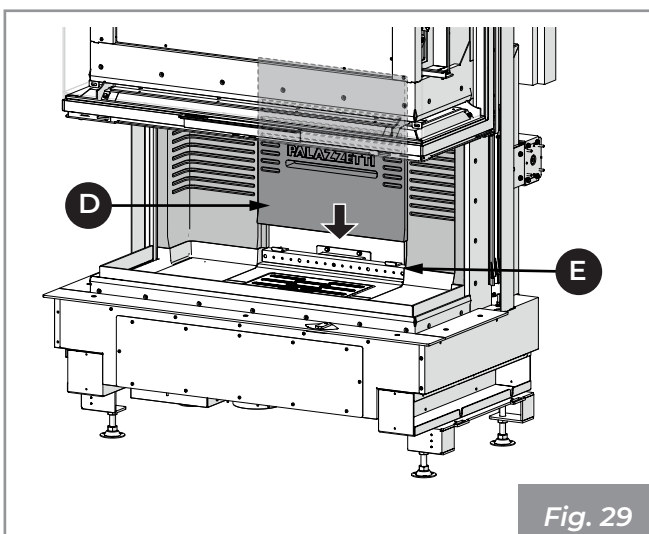

Fig. 29
- 6) Appoggiare lo schienale centrale in refrattario (D) alla parete dell'Ecomonoblocco e farlo delicatamente scivolare in posizione, centrandolo con le protuberanze (E) presenti nella base in refrattario (Fig. 29).